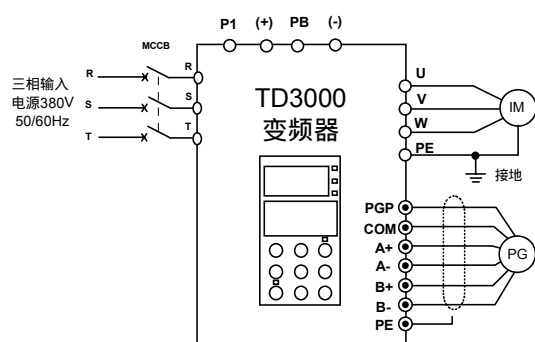

图4-16 基本运行配线图1
（1）按图4-16 配线，检查接线正确后，合上MCCB开关，变频器上电；
(1) 按图 4-16 配线，检查接线正确后，合上 MCCB开关，变频器上电；